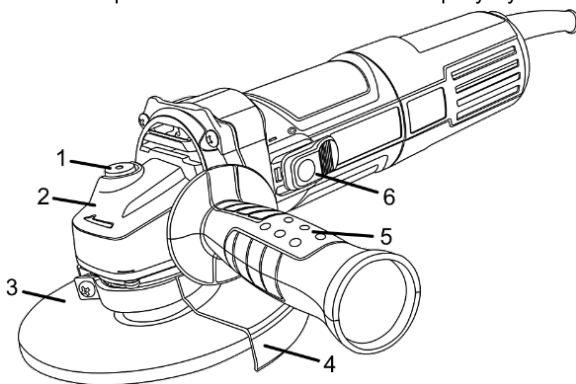
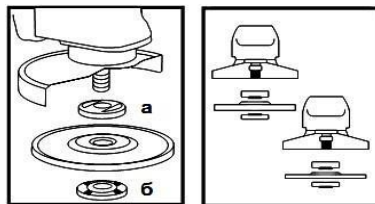

Рисунок 1
Рисунок 2
4.2 Міцно встановіть передню рукоятку (5, рисунок 1) у відповідний різьбовий отвір.
4.3 Встановіть захисний кожух (4, рисунок 1) у потрібне положення, залежно від виду роботи та диска, що використовується.
4.4 Встановіть на виріб шліфувальний або відрізний диск. Для цього натисніть на кнопку блокування шпинделя (1, рисунок 1) і поверніть його до такого положення, при якому він заблокується. За допомогою фланцевого ключа з комплекту постачання, відверніть і зніміть затискну гайку (6, рисунок 2). Встановіть шліфувальний диск на посадкове місце фланцевої шайби (а, рисунок 2), наживіть рукою затискну гайку на шпиндель і затягніть її ключем з комплекту постачання.
Відпустіть кнопку блокування шпинделя і переконайтеся в тому, що вона вивільнена, шляхом дво- або триразового натискання. Проверніть диск і впевніться, що шпиндель розблокований. При встановленні диска з утопленням центром завжди розміщуйте його випуклою стороною до фланцевої шайби (дивіться рисунок 2).